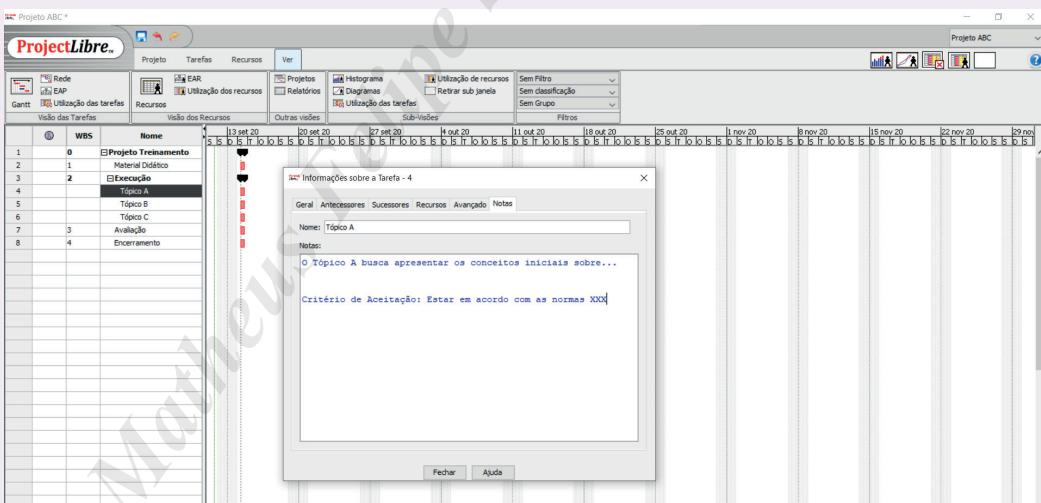

Figura 21. Modelo da Dicionário da EAP no Project Libre
2. Clicar duas vezes no Pacote de Trabalho, nesse exemplo o pacote de trabalho (**Tópico A**). Em seguida, na Guia “Notas”, inserir as informações do Dicionário da EAP. O modelo adaptado para elaborar o Dicionário da EAP é apresentado na Figura 21: